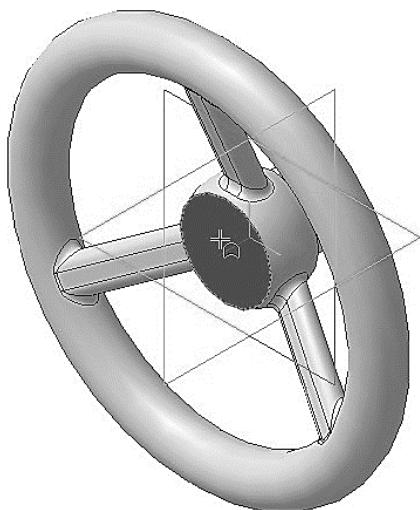
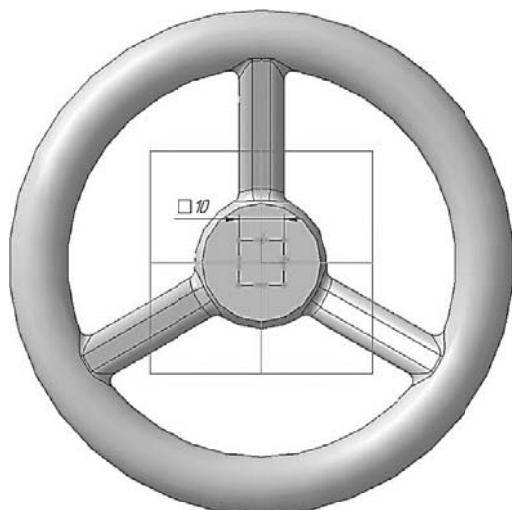
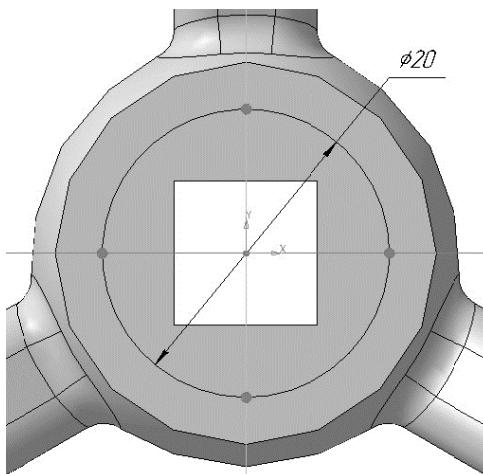
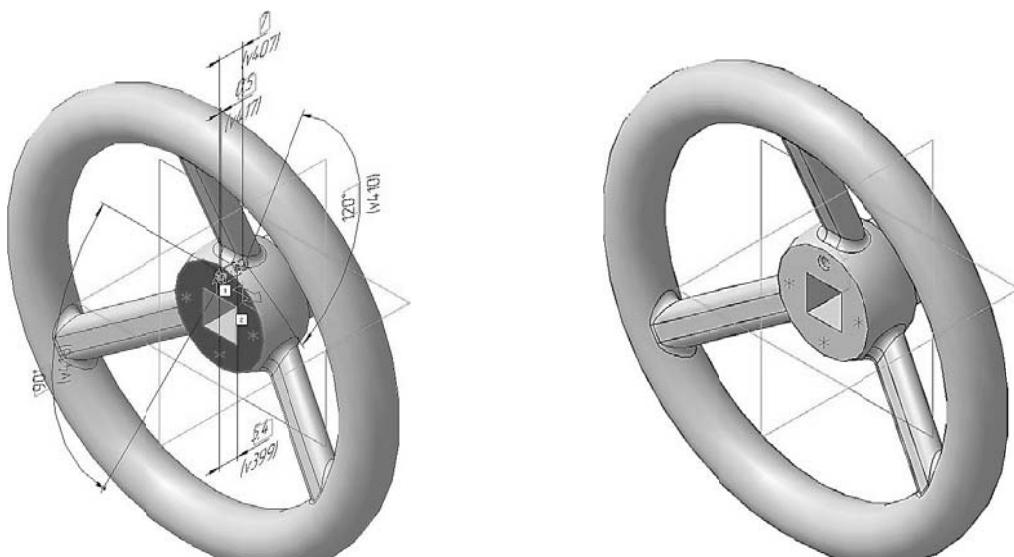

Рис. 38. Выбор грани для построения в ней эскиза
Рис. 39. Построение эскиза
Рис. 41. Построение Эскиза:6
Рис. 43. Построение отверстия с зенковкой и резьбой:
Укажите переднюю грань основания детали (рис. 38) и нажмите кнопку **Эскиз** на панели **Текущее состояние**. Вычертите квадрат  $10 \times 10$  мм, центр которого должен располагаться в начале координат, (рис. 39).
Укажите переднюю грань основания детали (рис. 38) и нажмите кнопку **Эскиз** на панели **Текущее состояние**. Вычертите окружность, центр которой должен располагаться в начале координат, диаметром 20 мм (рис. 41). Построенная окружность будет являться расстоянием, на котором будут располагаться центра проектируемых отверстий.
На построенной окружности поставьте точки согласно рис. 41. В дальнейшем через данную точку будет проходить центр проектируемого отверстия. После нанесения точки, построенную ранее, окружность можно удалить.
• Укажите переднюю грань основания детали (рис. 38) для построения отверстия. Фантом отверстия с текущими параметрами появится в окне документа (рис. 43). Центр отверстия по умолчанию располагается в точке начала координат эскиза, в котором создается отверстие. Чтобы разместить отверстие в другом месте, укажите верхнюю точку в **Эскизе:7**;
Нажмите кнопку **Создать объект** на Панели специального управления – система построит глухое отверстие в детали (рис. 43 а, б). В Дереве модели появиться строка **Отверстие:1**.